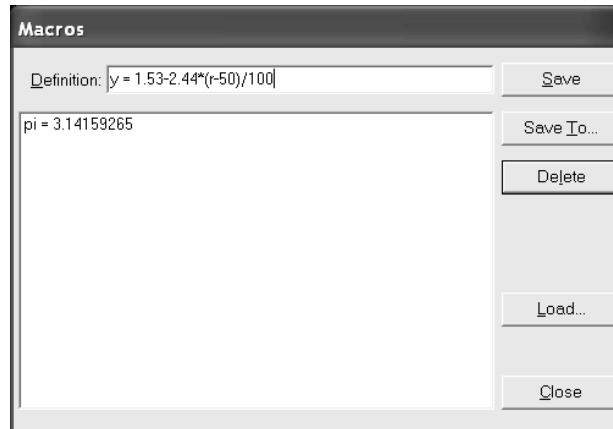

Figura 5.11. Fereastra de editare a macrourilor
2. În fereastra nou deschisă (figura 5.11) tastați expresia macroului, înlocuind valorile celor 4 coordonate în ecuația (5.4). În locul lui x veți scrie r.